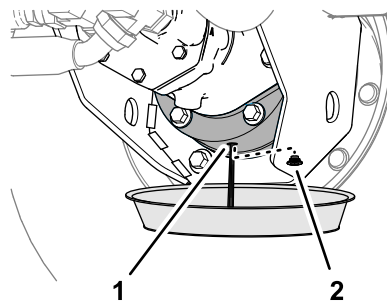

**Figura 99**
- Coloque um recipiente de escoamento debaixo do cubo da transmissão da engrenagem planetária, retire o tampão de escoamento, tampão de enchimento e tampão de verificação e deixe o lubrificante drenar completamente (Figura 99).